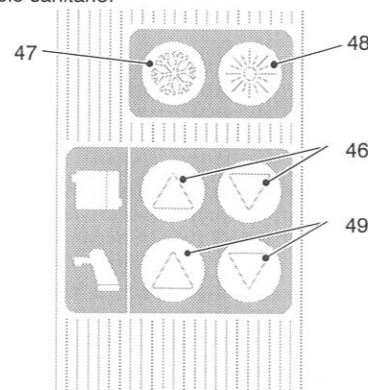

fig. 2.1
Premendo il tasto (47) o il tasto (48) del telecomando caldaia (fig. 2.1) è possibile utilizzare la caldaia in due differenti modalità:
Allo stesso tempo la temperatura del circuito riscaldamento è rilevata dalla sonda NTC (15 a pag. 3) quindi comparata con il valore impostato sul telecomando con i tasti di regolazione di temperatura riscaldamento (46 in fig. 2.1).
In relazione alla portata d'acqua prelevata e alla regolazione di temperatura sanitari eseguita sul telecomando (49 in fig. 2.1), la caldaia regola automaticamente la potenza termica in modo da mantenere costante la temperatura dell'acqua al valore desiderato.